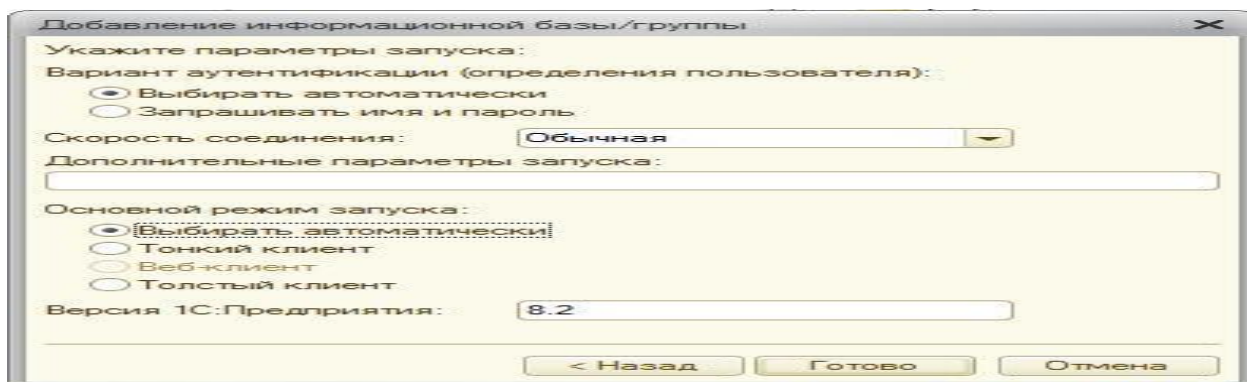

Рис. 11
6. В диалоговом окне щелкните на кнопке (см. стрелку) и в открывшемся окне просмотра, укажите каталог, в котором будет храниться информационная база и щелкните на кнопке *Далее* (*параметры запуска оставляем без изменения рис. 11*) затем *Готово* - откроется диалоговое окно **Запуск 1С:Предприятие**.